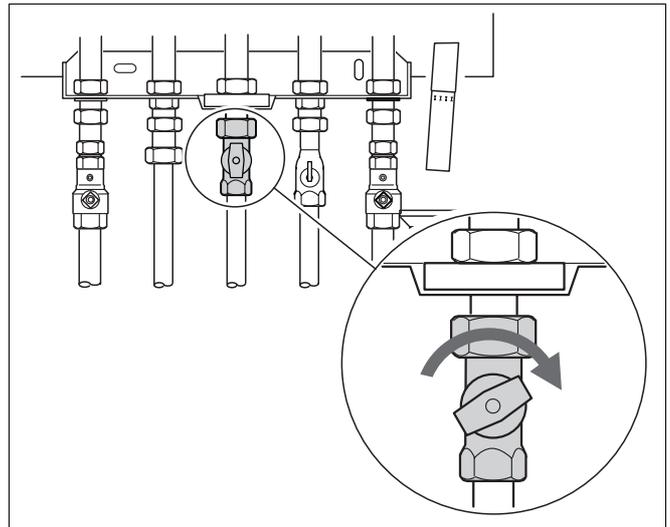

Fig. 17 Fermer le robinet à gaz
- Fermer le robinet à gaz (fig. 17).